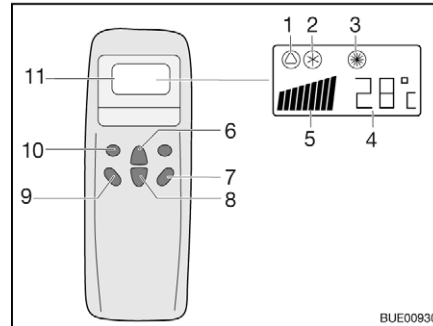
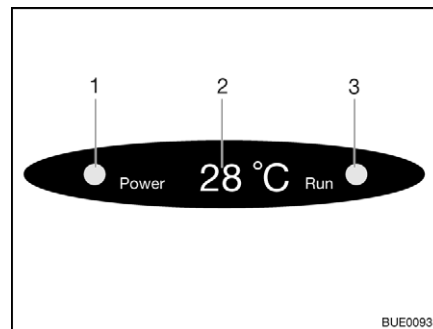

Fig. 121 Télécommande
Fig. 122 Affichage sur le diffuseur
- Appuyer sur la touche "ON/OFF" (Fig. 121,7).
- Appuyer sur la touche "Mode" (Fig. 121,10) autant de fois que nécessaire pour que le mode de fonctionnement souhaité (Fig. 121,1, 2 ou 3) s'affiche à l'écran. Le voyant de contrôle correspondant s'allume sur l'écran du diffuseur (Fig. 122,3).
- Régler la température souhaitée avec les touches d'augmentation de la température (Fig. 121,6) ou de diminution de la température (Fig. 121,8).
- Sélectionner le niveau de ventilation souhaité à l'aide de la touche de vitesse du ventilateur (Fig. 121,9).